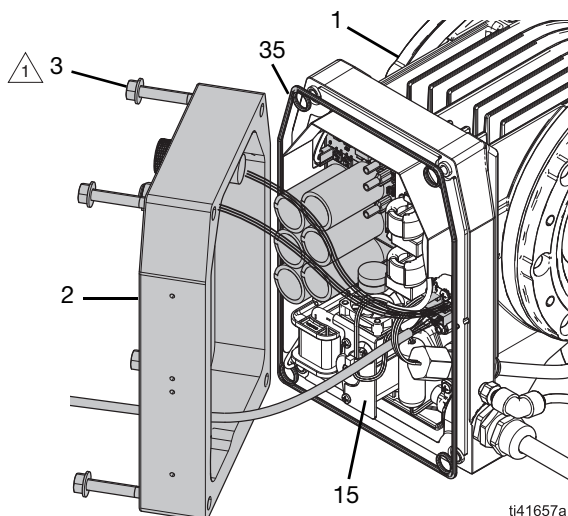

FIG. 2: Coperchio del modulo di controllo
3. Rimuovere con attenzione il coperchio del modulo di controllo (2):
- a. Inclinare con cautela il coperchio del modulo di controllo (2) allontanandolo dalla scheda di controllo (15). Vedere FIG. 2.
- b. Scollegare tutti i cavi dal coperchio del modulo di controllo (2) alla scheda di controllo (15). Vedere gli **Schemi elettrici**, pagina 44.
3. Installare il coperchio del modulo di controllo (2).
- a. Tenere con cura il coperchio del modulo di controllo (2) in posizione inclinata vicino alla scheda di controllo (15). Vedere FIG. 2.
- c. Collegare i fili dal coperchio del modulo di controllo (2) alla scheda di controllo (15). Vedere gli **Schemi elettrici**, pagina 44.